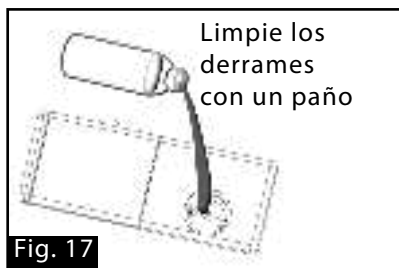

Fig. 17
1. Vierta el abrillantador en el compartimento (Fig. 17).